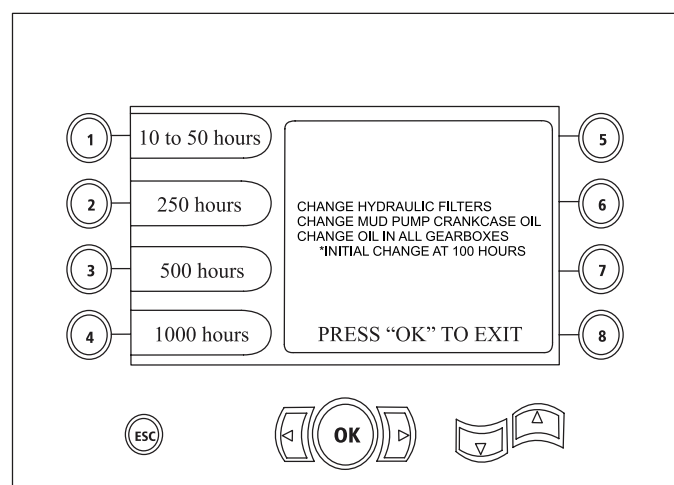

**Figure 26**
- Bouton 3 – calendrier d'entretien à 500 heures (Figure 26)